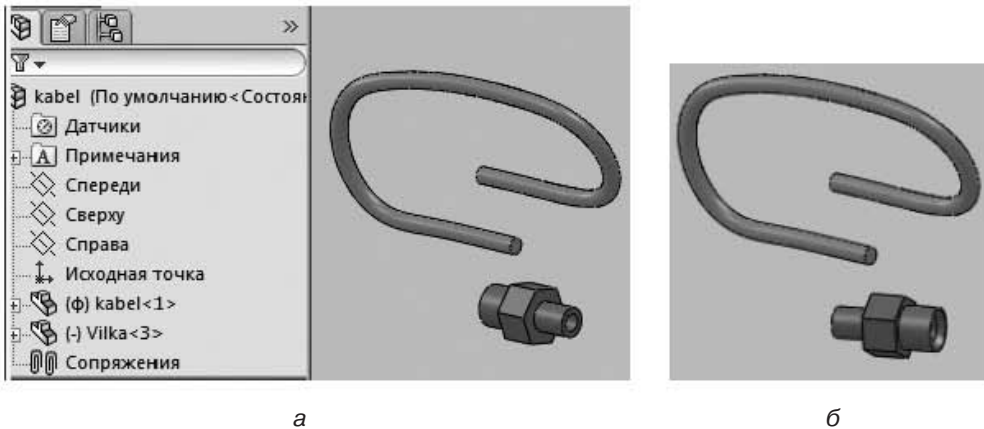

Рис. 6.57. Добавление в сборку и поворот компонента вилки
4. Добавьте в сборку вторую деталь — вилку, используя команду ленты **Сборка** ▶ **Вставить компоненты**  (рис. 6.57, *а*).
5. Разверните вилку. Для поворота компонента нажмите на кнопку **Вращать компонент** . Установите курсор на вилку, нажмите левую кнопку мыши и, не отпуская ее, перемещайте курсор. Деталь будет поворачиваться вокруг своего геометрического центра. Для выхода из команды вращения нажмите клавишу **Esc** на клавиатуре (рис. 6.57, *б*).